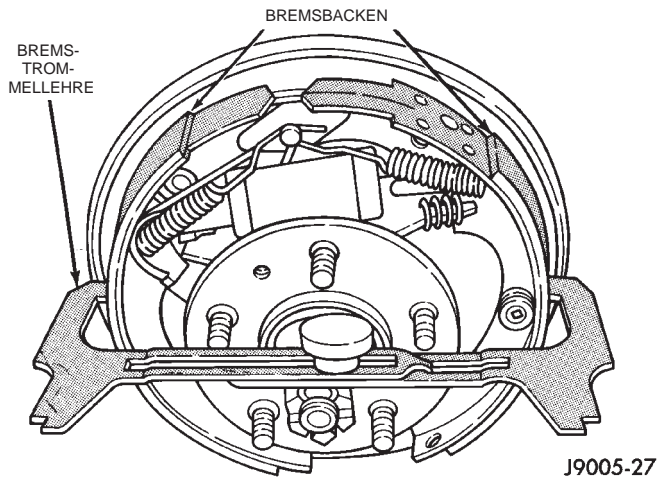

Abb. 61 Bremsstrommellehre auf Bremsbacken einstellen
(5) Die Bremstrommel umdrehen und an den Bremsbacken ansetzen. Die Lehre dabei in der Mitte der Bremsbeläge anlegen (Abb. 61). Wenn die Lehre nicht genau über die Beläge paßt (zu locker oder zu eng), die Bremsbacken nachstellen.
(6) Den Einstellhebel vom Rändelrad der Nachstellvorrichtung wegziehen.
(7) Das Nachstell-Rändelrad (von Hand) verdrehen und damit die Bremsbacken zusammen- bzw. auseinanderdrücken. Diesen Einstellvorgang so lange fortsetzen, bis die äußeren Schneiden der Lehre die Bremsbacken leicht umspannen.
(8) Bremstrommeln und Räder anbauen und das Fahrzeug absenken.
(9) Eine Probefahrt durchführen und das Fahrzeug einmal aus der Vorwärts-, dann einmal aus der Rückwärtsfahrt abbremsen. Diesen Vorgang 8- bis 10mal wiederholen, um den Nachstellmechanismus zu betätigen und den Mechanismus symmetrisch abzugleichen.